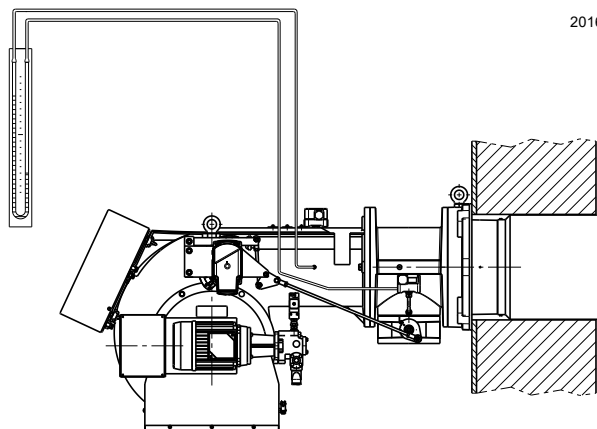

Abb. 28
- Ein U-Rohr-Manometer oder einen Differenzdruckmesser (Abb. 28) mit Anschluss (+) am Gasdruck der Muffe und (-) in der Brennkammer montieren. Damit soll annäherungsweise die MAX. Leistung des Brenners ermittelt werden.
Das U-Rohr-Manometer (Abb. 28) zeigt den Gaseintritt an der Muffe an.